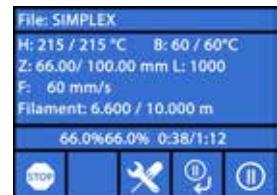

Fig. 59
- ⇒ Pressionar o botão  (veja a Fig. 59).
⇒ Pressionar o botão (veja a Fig. 59).